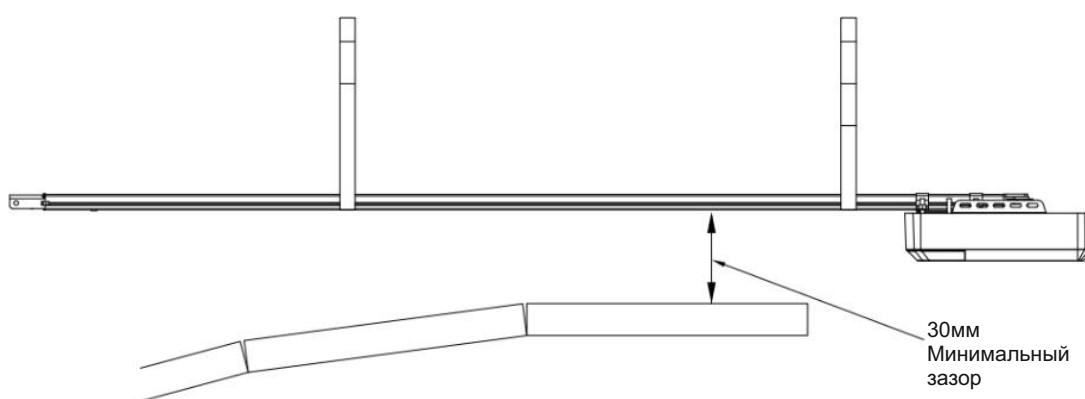

Рисунок 1
5. Между нижней частью направляющей цепного привода и верхней частью гаражных ворот, в ее ближайшей точке должен быть минимальный зазор 30 мм. (см. рис. 1.)